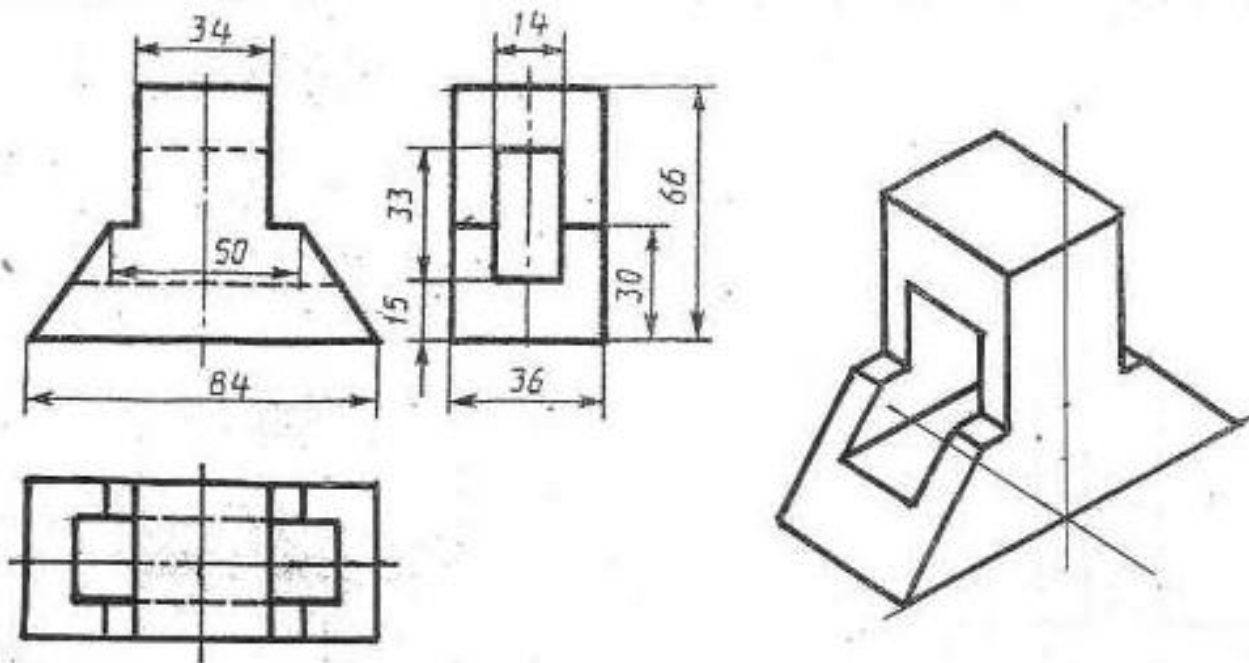

Рисунок 26 - Пример выполнения графической работы
- 1 - проанализируйте форму детали и определите ее габаритные размеры, рис. 26;